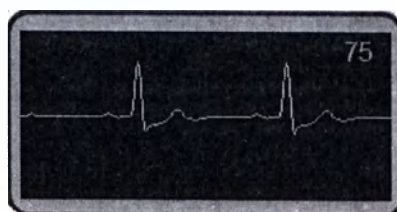
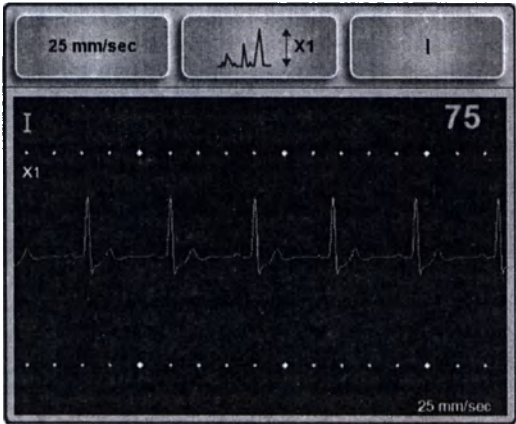

Рисунок 2-13: Окно ЭКГ
Рисунок 2-14: Экран ЭКГ
- Экран ЭКГ (Рисунок 2-14)
- Окно расширится (Рисунок 2-13), в нем отобразится ЭКГ-сигнал и частота сердечных сокращений пациента.
- Для вывода экрана ЭКГ (Рисунок 2-14), нажмите и удерживайте окно ЭКГ.
Нажмите и удерживайте окно ЭКГ (Рисунок 2-13) для вывода экрана ЭКГ (Рисунок 2-14). Этот экран позволяет выбрать электроды, амплитуду и шкалу времени, как показано в таблице далее.